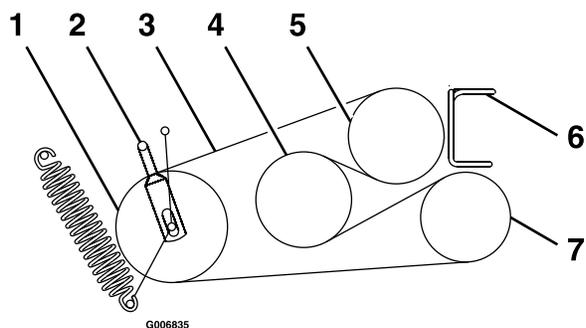

Figura 59
6. Desaperte as guias da correia **A** e **B** (Figura 59).
8. Encaminhe as novas correias para as polias, como se mostra na Figura 59.